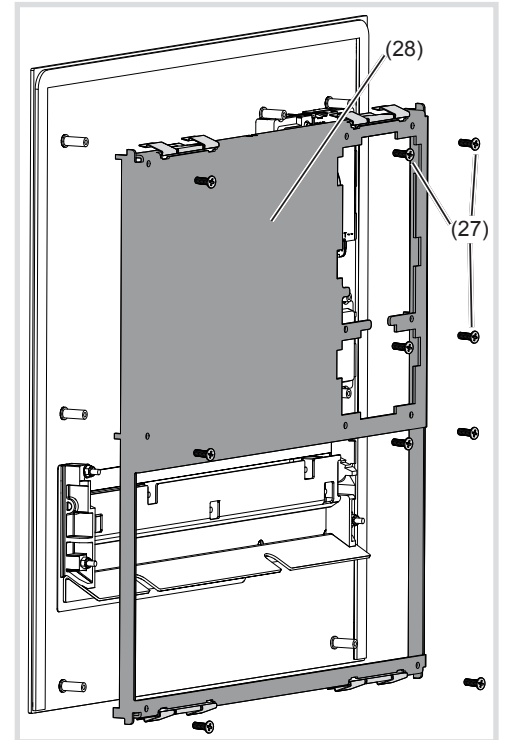

Bild 21: Demontage Modul-Halterung
- Anschluss-Klemmenblock (11) am Videoeinsatz abziehen.
- Schrauben (27) der rückseitigen Modul-Halterung (28) mit einem Schraubendreher lösen und die Modul-Halterung abnehmen (Bild 21).